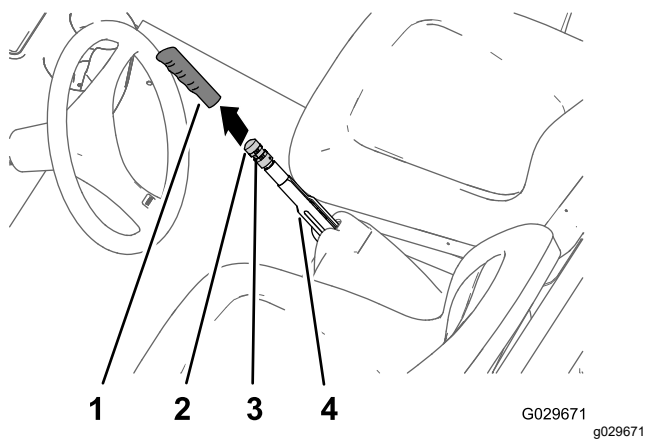

Figura 62
1. Retire la empuñadura de la palanca del freno de estacionamiento (Figura 62).
2. Afloje el tornillo de fijación que sujeta el pomo de ajuste del freno a la palanca del freno de estacionamiento (Figura 62).
(30–35 lbf) para accionar la palanca de freno de estacionamiento (Figura 62).
4. Apriete el tornillo de fijación e instale la empuñadura (Figura 62).
2. Afloje el tornillo de fijación (Figura 62) que sujeta el pomo de ajuste del freno a la palanca del freno de estacionamiento, quite el freno de estacionamiento y afloje el pomo de ajuste del freno.
5. Gire el pomo de ajuste del freno (Figura 62) hasta que se requiera una fuerza de 133–156 N (30–35 lbf) para accionar la palanca de freno de estacionamiento.
- C. Gire el pomo de ajuste del freno (Figura 62) hasta que se requiera una fuerza de 133–156 N (30–35 lbf) para accionar la palanca de freno de estacionamiento.
- Apriete el tornillo de fijación e instale la empuñadura (Figura 62).